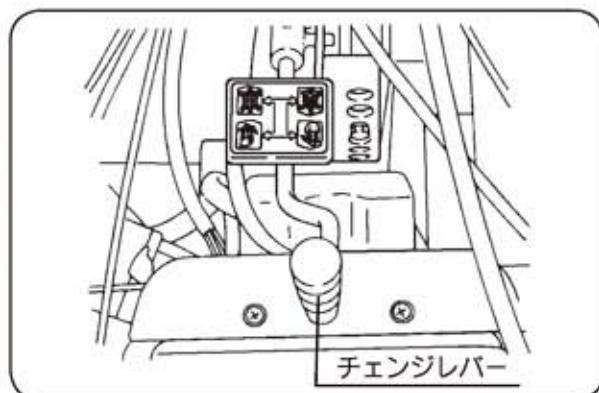

図19
①低速の「前進後進」（低速）のチェンジの切換は主クラッチを切らなくても切換操作が出来ます。（図19）